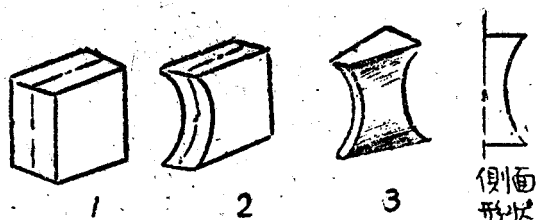

图 6
(6) 在机身两头挖制进气口和喷气口，有手搖鑽和鑽头来鑽孔就更方便，否則可用尖头刀慢慢挖，要注意防止挖断刀头。挖的深度在5公厘左右即可，深些更好。挖进气口时可先挖一圓孔，然后，做一分道壁胶入（见图6）。